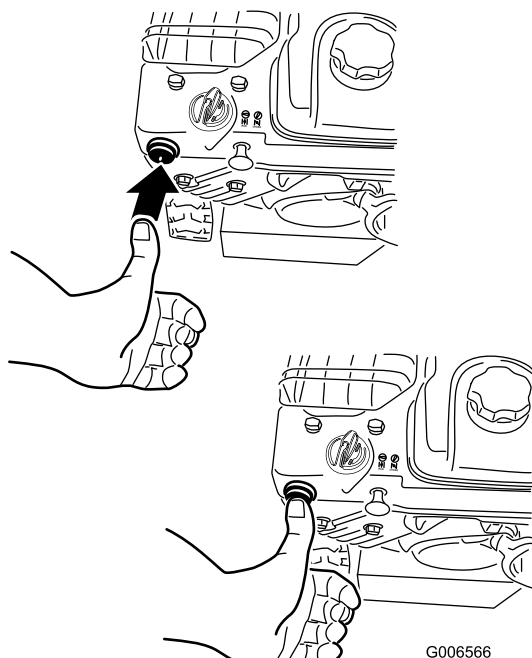

Figure 29
4. Avec le pouce, appuyez fermement sur l'amorceur à 2 reprises (à partir de -9 °C) ou à 4 reprises (en dessous de -9 °C), en marquant une pause d'une seconde chaque fois (Figure 29).